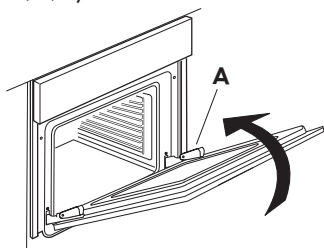

Fig. 2
3. Pecha a porta todo o que poidas (A), levántaa (B) e xíraa (C) ata libérala (D) (Fig. 2, 3, 4).